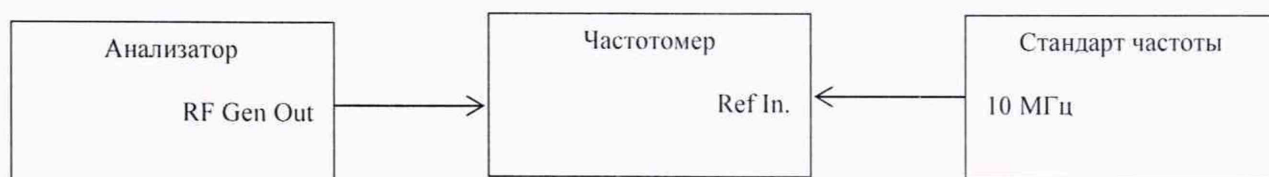

Рисунок 2 – Схема определения диапазона частот генератора сигналов
10.2.1 Диапазон частот определить измерением частоты с выхода «RF Gen Out». Измерения провести на частотах 250 кГц, 1 МГц и 1 ГГц для анализатора без опции R8-3G, и 250 кГц, 1 МГц и 2,991 ГГц для анализатора с опцией R8-3G. Соединить приборы по схеме, приведенной на рис. 2.